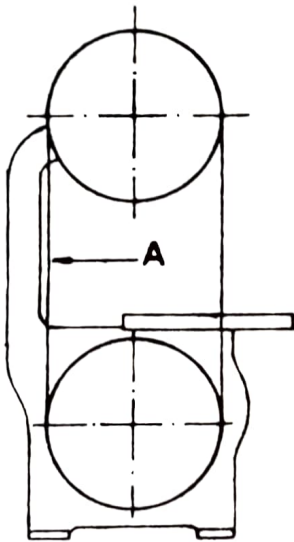

Fig. 1
- 2) HÅLL klingan lagom sträckt. Som ett gott riktvärde brukar sägas, att man stående framför sågen och med öppet hjulskydd fattar klingan vid den fria delen vid ( A ) fig. 1, med tumme och pekfinger. Man bör då kunna - utan ansträngning - böja klingan åt höger och vänster c:a 10 mm från normalläget.